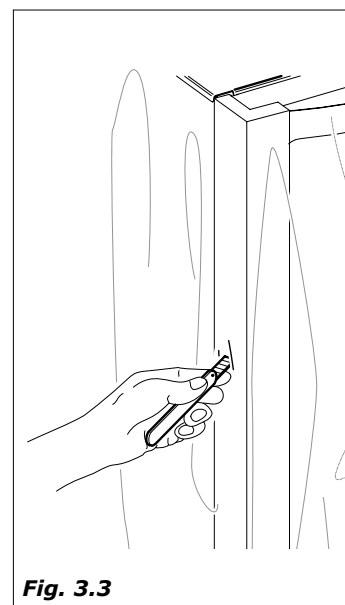

Fig. 3.3
- Liberar al distribuidor de su embalaje, cortar el film exterior y extraer las cantoneras (Fig.3.3).